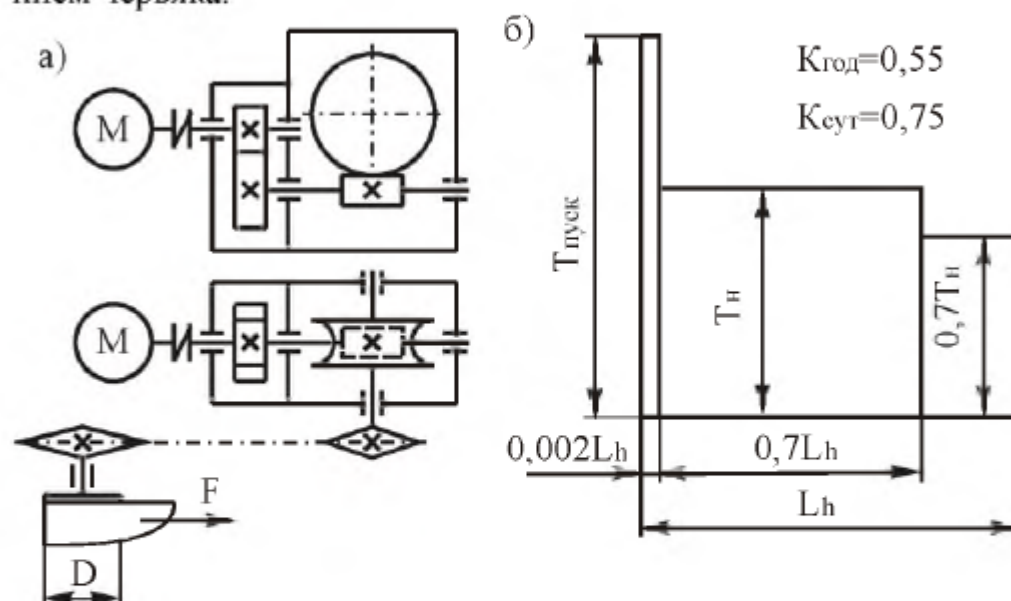

Рис. 6.15. Привод ленточного конвейера:
**Тема 15.** Спроектировать привод ленточного конвейера (рис. 6.15, табл. 6.15). Привод вала барабана ленточного конвейера осуществляется от асинхронного электродвигателя общего машиностроительного применения через цилиндро-червячный редуктор и открытую цепную передачу. Входной вал редуктора соединен с валом электродвигателя упругой муфтой. Быстроходная ступень редуктора – цилиндрическая вертикальная, тихоходная ступень – червячная с нижним расположением червяка.